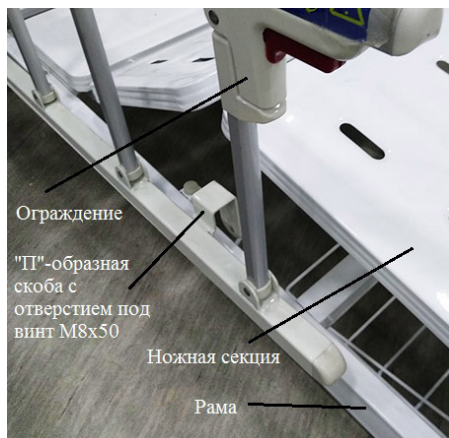

Рис.7 Установка ограждения
- 7.2.11. Охватите «П»-образными скобами в нижней части ограждения раму кровати, и, надев шайбу на винт М8х50, пропустите винт сквозь отверстия в скобе и затяните скобу гайкой (см. Рис. 7).